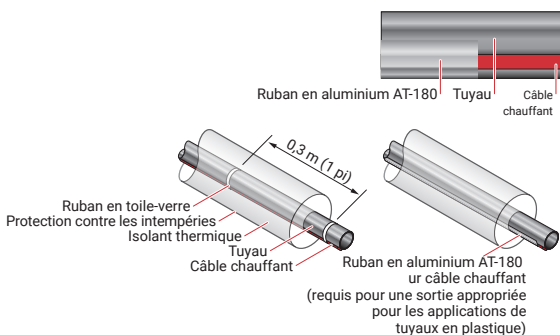

Figure 8: Fixation du câble chauffant
- Appliquez longitudinalement le ruban sur le câble chauffant tel que requis par le schéma de conception ou les spécifications (consultez la Figure 8).